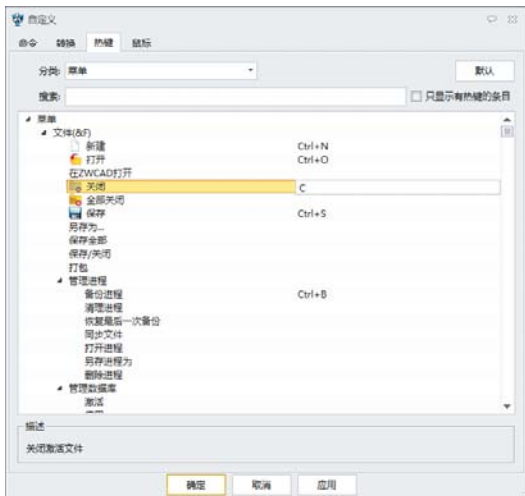

图 1.1.21
- 选择【热键】选项卡，可以发现系统已有一些默认的快捷键，找到需要设置快捷键的命令，直接在其右边赋予快捷键即可，如将“关闭”快捷键设置为“C”，如图 1.1.21 所示。